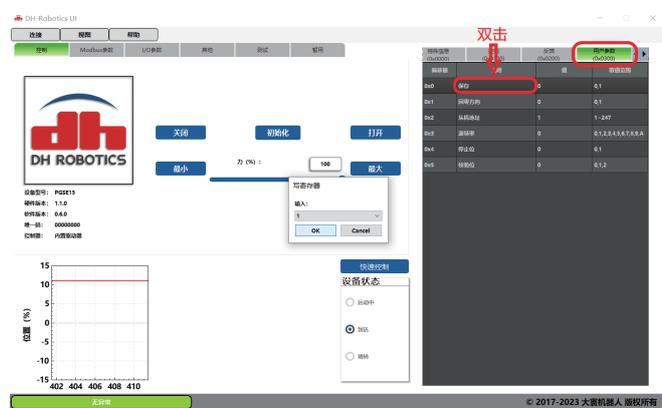

图3.3 保存力值
- ②**保存**: 在寄存器界面双击“保存”寄存器写入1后“OK”确认 (如图3.3所示), 即可将参数写入Flash内部寄存器, 重启即可写入成功。
- ③**重启**: 重启后可根据INPUT信号对夹爪进行控制, 运行状态会通过OUTPUT进行反馈。